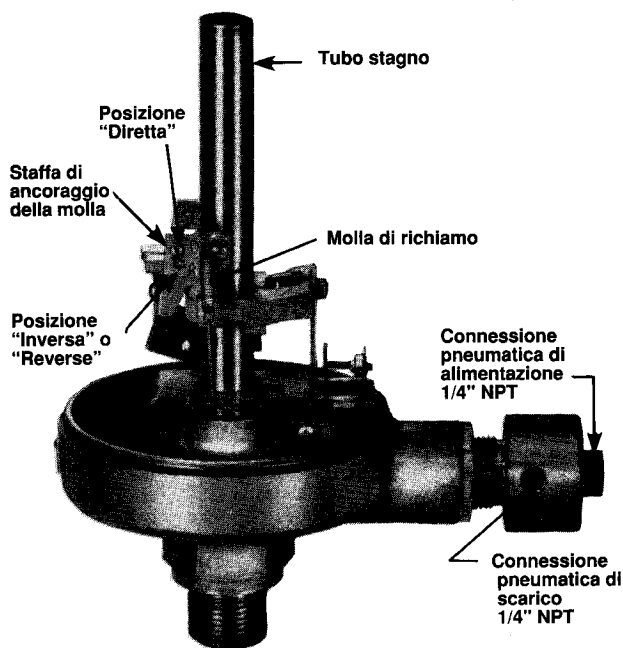

Figura 4
2. Allentare la vite che tiene in posizione la staffa di ancoraggio della molla spostandola dalla posizione diretta (D) alla posizione inversa (R) come mostrato alla **Figura 4**. Bloccare la vite.